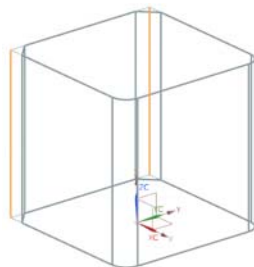

图 7-55 选择要倒角的边
(1) 选择“菜单(M)”→“插入(S)”→“拐角(O)”→“倒角(B)”，或者单击“主页”选项卡“拐角”面组上的“倒角”按钮，打开“倒角”对话框。设置方法为“倒斜角”，距离为5。选择如图7-55所示的两边。